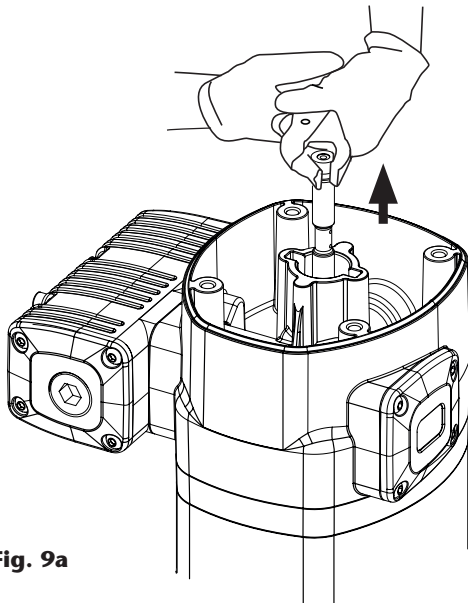
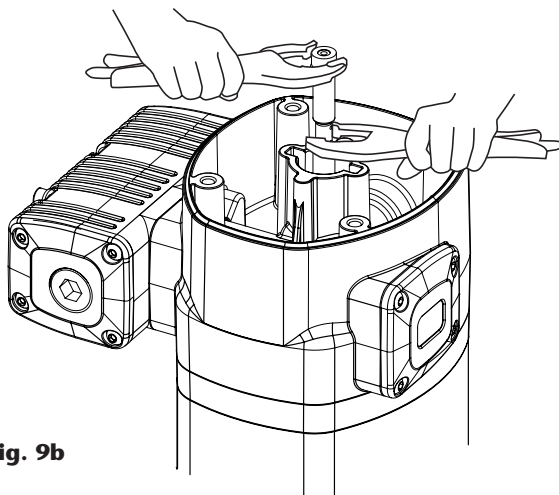

Fig. 9a
Fig. 9b
1. Desenrosque los cuatro tornillos (2) y quite la tapa (3).
2. Desenrosque el tapón inversor (4).
3. Con ayuda de una mordaza manual sobre el casquillo (5), tire hacia fuera del vástago (40) hasta que aparezca su rebaje central (fig. 9a). Después, con otra mordaza manual agarre el vástago (40) en dicha zona rebajada central para no dañar la superficie destinada al sellado y desenrosque el casquillo (5) (fig. 9b).
4. Deseche la tórica (6) y el aro (7), y use otros nuevos posteriormente al volver a montar.
5. Desenrosque los cuatro tornillos (55). Tire hacia arriba del cabezal motor (13) hasta liberarlo junto con la brida (36).
6. Quite el casquillo inversor (9). Sustituya las juntas (8) y (10) de este casquillo.
7. Desenrosque los cinco tornillos (37) y separe el cuerpo motor (13) de la brida (36). Extraiga la arandela (32) y sustituya la junta (8).
8. Retire el cilindro (50) sujetando con cuidado el émbolo (45). Sustituya la junta (44) de dicho émbolo.
9. Vuelva a montar el conjunto en sentido inverso, aplicando fijador de rosca en los tornillos (37), casquillo (5) y tapón inversor (4).